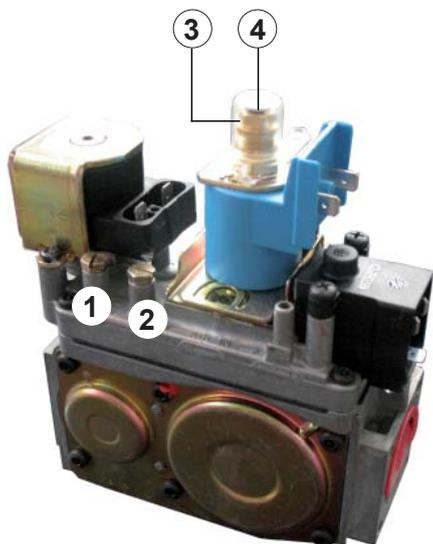

Fig. 145 Elettrovalvola gas
- d) для замера и контроля давления **газа на входе** отвинтить винт и вставить манометр в штуцер замера давления **№ 1** (рис. 145).
- e) для замера и контроля давления **газа на выходе** отвинтить винт и вставить манометр в штуцер замера давления **№ 2** (рис. 145).